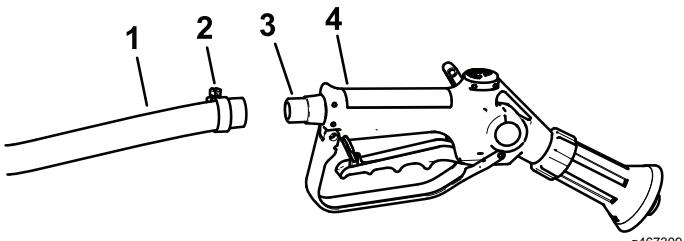

Figura 47
3. Conecte el extremo libre de la manguera larga al acoplamiento de la pistola de fumigación (Figura 47).